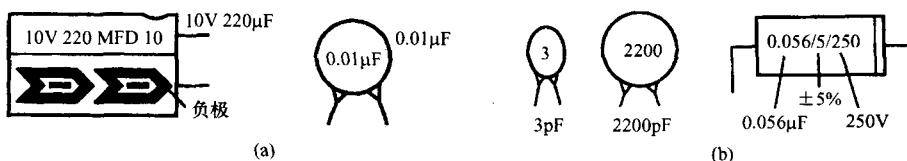

图 2-3 标单位的直标法和不标单位的直标法
电容器的标注方法有标单位的直标法、不标单位的直标法、数码表示法和色码表示法。图 2-3(a)为标单位的直标法,注意有些电容用字母“R”表示小数点,如 R56μF 表示 0.56μF。图 2-3(b)为不标单位的直标法。
①直接表示,例如 $10 \pm 0.5 \text{ pF}$,误差就是 $\pm 0.5 \text{ pF}$ 。图 2-3(b)所示电容器上 0.056 右边的“5”字表示误差为 $\pm 5\%$ 。
②字母码表示, $D = \pm 5\%$ (或者表示 $\pm 0.5 \text{ pF}$), $F = \pm 1\%$ (或者表示 $\pm 1 \text{ pF}$), $G = \pm 2\%$, $J = \pm 5\%$, $K = \pm 10\%$, $M = \pm 20\%$ 。